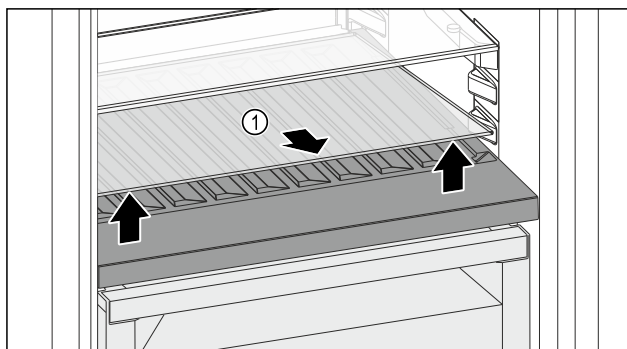

Fig. 144
- Skleněnou desku Fig. 144 (1) zvedněte za vybrání vpředu a vyjměte ji.
- Skleněnou desku Fig. 144 (1) uložte bezpečně mimo spotřebič.